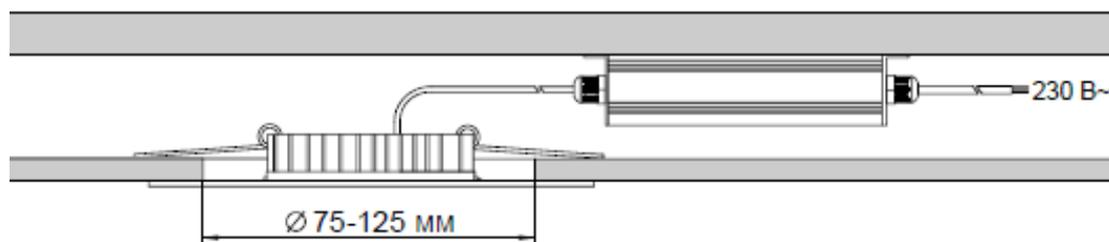

Рисунок 4
5.3.3 В случае если межпотолочного пространства недостаточного для установки источника питания в отверстие для монтажа светильника с малым кольцом, монтаж светильника выполняется в отверстие диаметром 75-125мм (большое кольцо корпуса - рисунок 4).